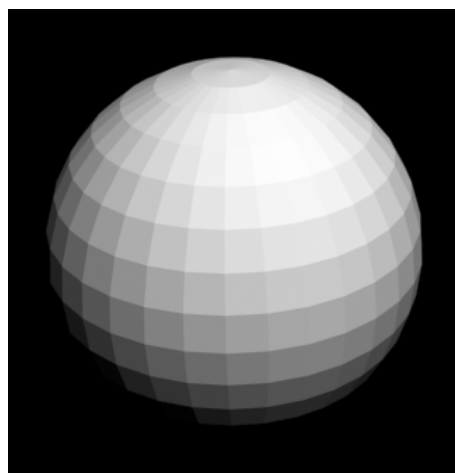

Fig.9.16
- **A facettes** : effectue le rendu de chaque face d'une surface comme s'il s'agissait d'une surface plane (fig.9.16).